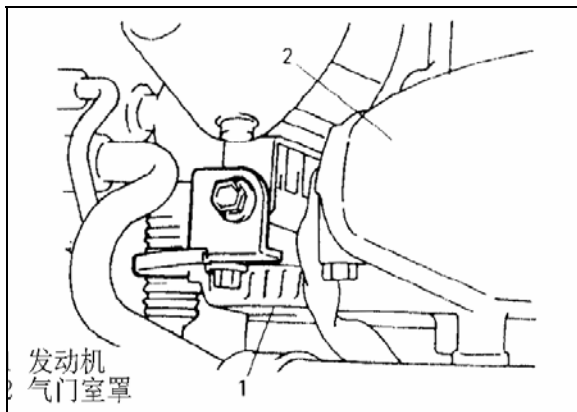

Рис. 4-22.
9). Снять винт рычага регулировки положения генератора и передний кронштейн двигателя, Рис. 4-22.